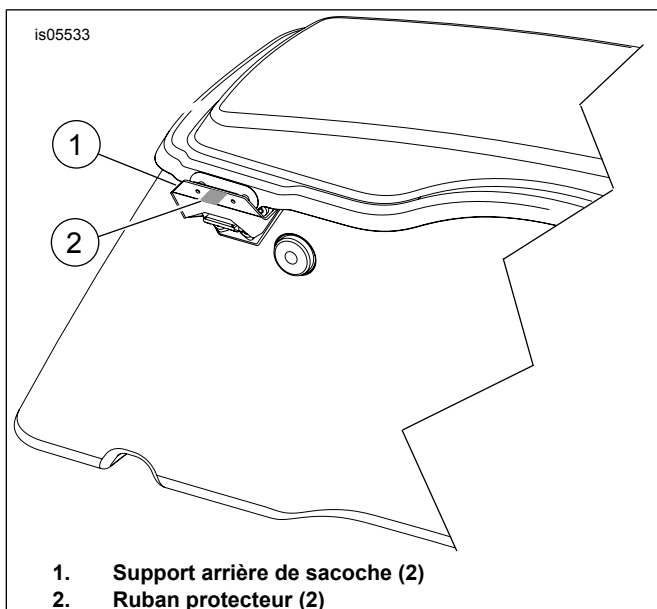

Figure 4. Placer le ruban protecteur
5. Voir Figure 4. Mettre du ruban protecteur (2) au support de montage de sacoche arrière (1) sur la sacoche. Répéter les étapes pour le côté opposé.